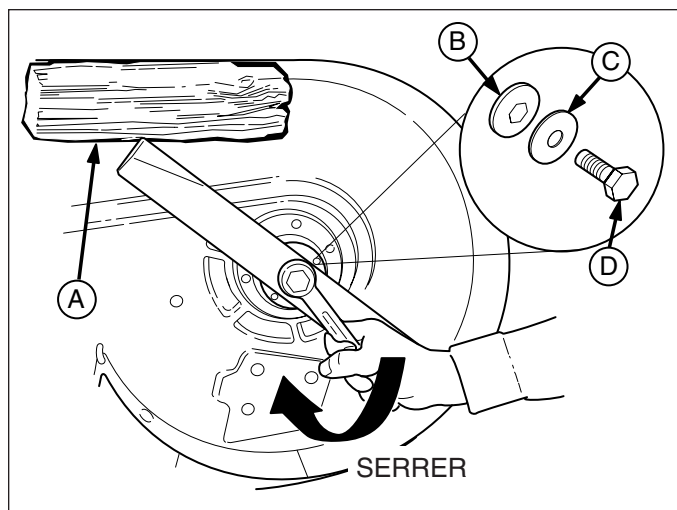

Figure 18. Installation de la lame - Modèles de 97 cm et 112 cm
- Modèles de 102 cm :** Retirer le boulon de fixation (A, figure 18), la rondelle élastique (F), la rondelle cannelée (G), la goupille de positionnement (E) et la lame (D). Ne pas retirer le raccord de lame (C).
6. Remonter la lame (figures 18 et 19) avec les languettes dirigées vers la tondeuse comme l'indiquent les figures. Remonter la goupille de positionnement (E).
7. **Modèles de 97 cm et 112 cm :** Remonter la rondelle hexagonale (B, figure 18), la rondelle élastique (C) et le boulon de fixation (D). Bloquer la lame avec une cale en bois (A) pour l'empêcher de tourner et serrer le boulon de fixation (D) à 61-75 Nm.